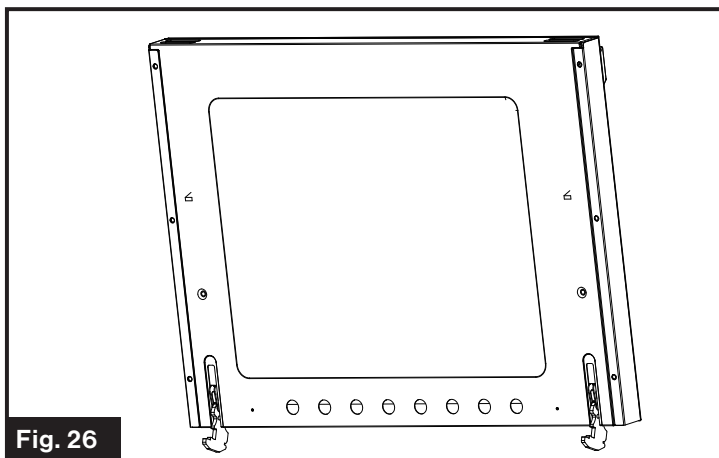

Fig. 26
5. En tenant fermement la porte des deux côtés et en utilisant les deux mains, tirez la porte tout droit hors des fentes des charnières. (Fig. 24, Fig. 25 et Fig. 26) Tenez fermement, la porte est lourde.